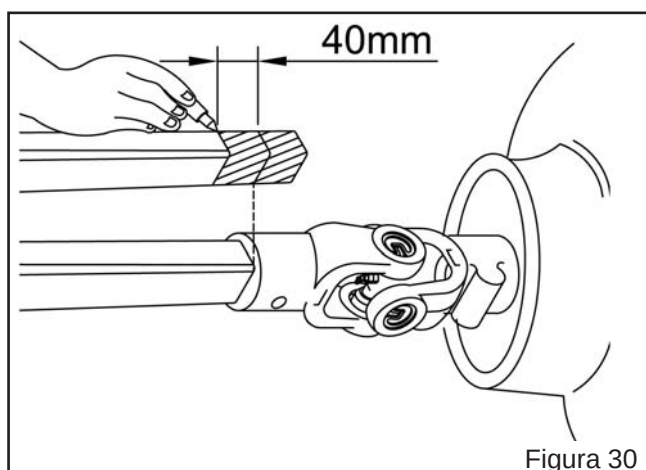

Figura 30
- Retire o cardan e acresça uns 40 mm em cada uma das marcas, faça uma nova marca, de forma que os pedaços cortados sejam maior que ambas as partes. Isso se torna necessário para evitar que as pontas macho e fêmea toquem no garfo do cardan. (Figura 30).